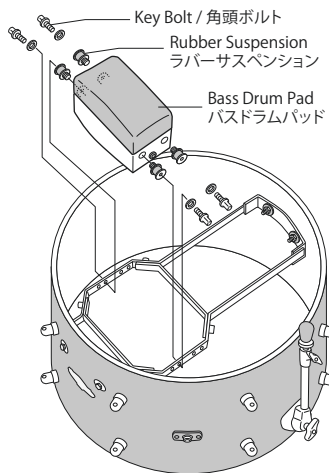

Fig.7
1. Insert the four Rubber Suspension holders into the Bass Drum Pad. Install the Bass Drum Pad to the frame using the provided Key-Bolts (Fig.7).
バスドラムパッドにラバーサスペンションを4箇所取り付け、ドラムキーを使って、バスドラムパッドをFig.7のように角頭ボルト4本で固定します。
- To install the felt-strip cushion, remove the bass drum pad from the frame. Attach it to the Pad by using the rubber suspension spacers to hold it in place. Re-install to the frame by the provided Key-Bolts as shown in (Fig. 7, 11).
- 支柱からバスドラムパッドを外し、クッションフェルトの4箇所穴にラバーサスペンションを通し (Fig.7, Fig.11) と同様に角頭ボルト4本で固定し直して下さい。